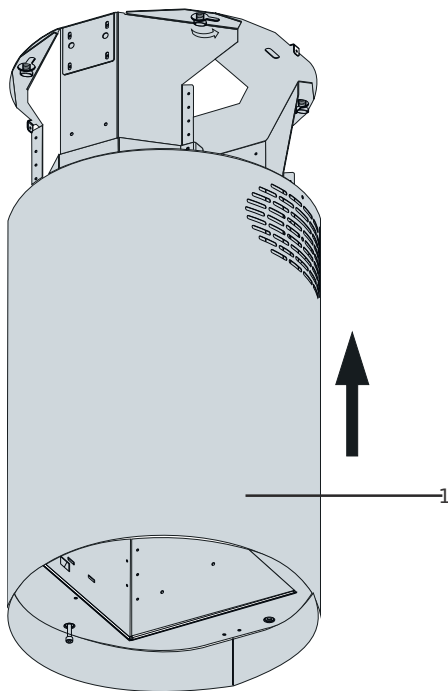

Fig. 16 1- Indre skorsten
- 5.** ➡ Skub den indre skorsten ind på motorblokken og fastsmid den til motorblokken med skruerne, der følger med produktet (Fig. 16).